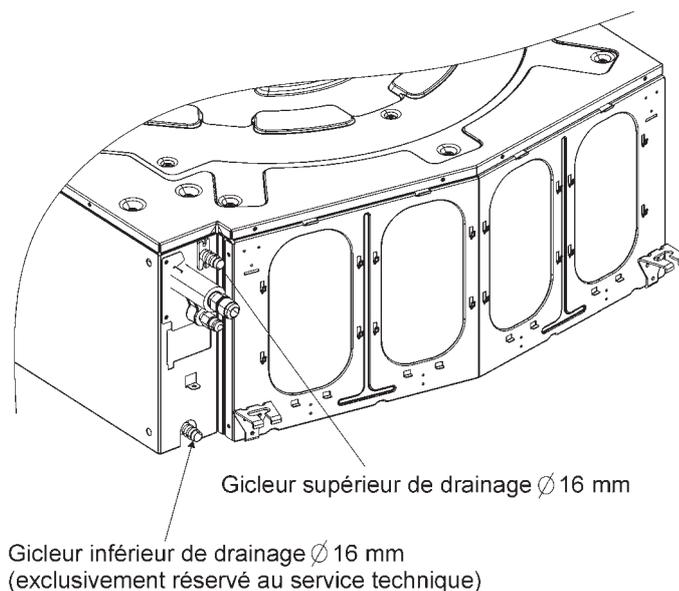

Fig. 13. Connecteur de drains \varnothing 16 mm
- C. L'unité comprend une pompe de drainage avec contrôle de niveau, capable d'élever les eaux de condensation jusqu'à 60 cm au-dessus du niveau inférieur de l'appareil. Le drain est relié au gicleur supérieur de drainage (cf. fig. 13).